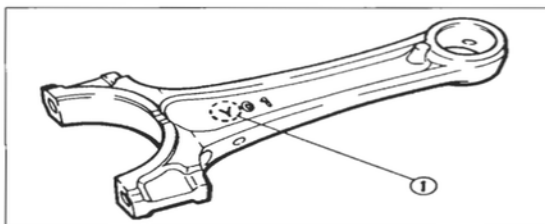
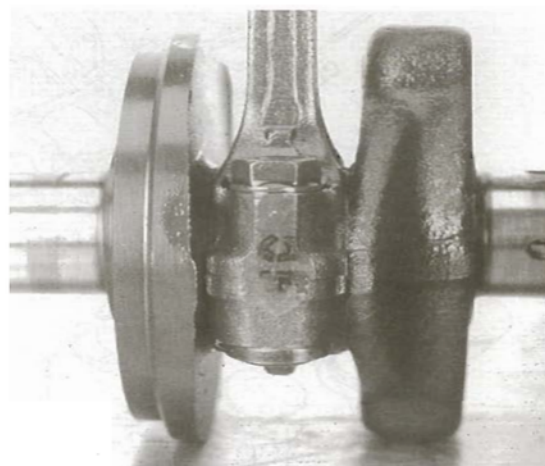

Bild 147
Bild 148
- Pleuel so an Kurbelwelle montieren, dass Pleuelmarkierung (Bild 147) nach links weist. Darauf achten, dass Buchstabenhälften an Pleuelstange und Lagerdeckel perfekt zueinander passen (Bild 148).
- Pleuellagerdeckel weisen die Nummer 4 oder 5 auf (Bild 148).